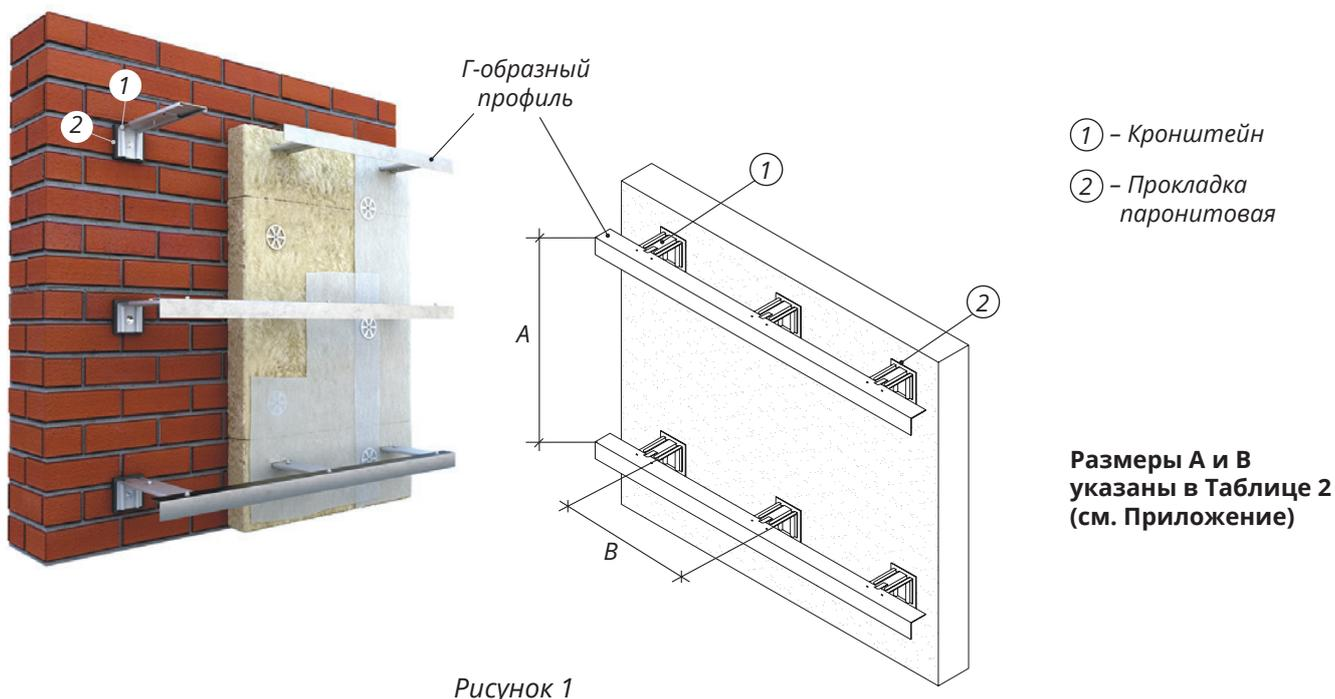

Рисунок 1
1. **Горизонтальная система** – плоскость кронштейна для крепления профиля расположена горизонтально, для вертикальной установки панелей облицовки (рисунок 1).